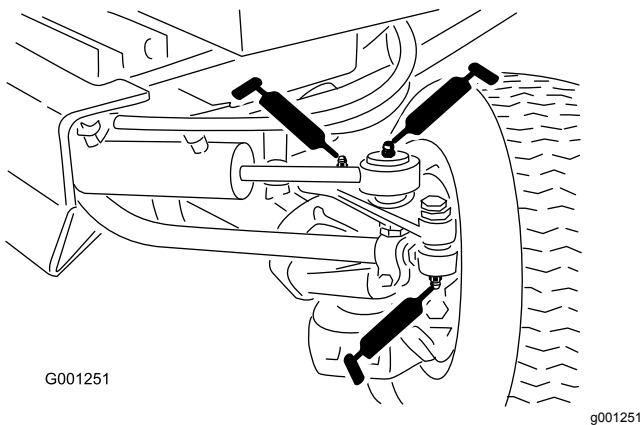

Bild 43
- Spurstangenende (2) (**Bild 43**)
- Zylinderstangenenden (2) Bild 43
- Lenkgelenke (2) (Bild 43)
- Achsenlagerbolzen (Bild 43)